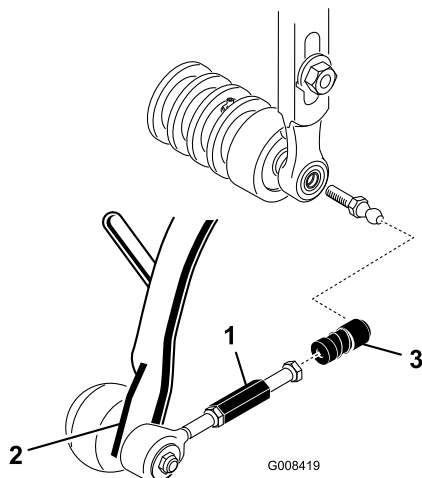

Figura 17
- Deslice hacia atrás el manguito de cada casquillo receptor de la articulación esférica y enganche el receptor sobre el espárrago con bola de la unidad de corte (Figura 17).